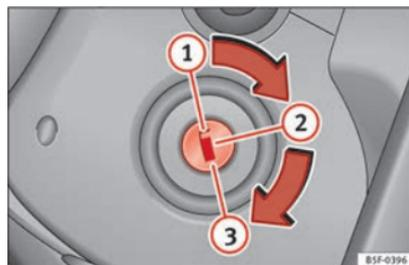

Abb. 168 Positionen des Zündschlüssels
In dieser Position »» Abb. 168 sind die Zündung und der Motor ausgeschaltet und die Lenkung kann gesperrt werden.
- Drehen Sie den Zündschlüssel in die Position »» **Abb. 168** **②**. Beim Vorglühen des Motors leuchtet die Kontrollleuchte  auf.
- Sobald die Kontrollleuchte erlischt, drehen Sie zum Anlassen des Motors den Zündschlüssel auf die Position **③**. Dabei nicht das Gaspedal betätigen.
– Drehen Sie den Zündschlüssel in die Position » **Abb. 168** ①.